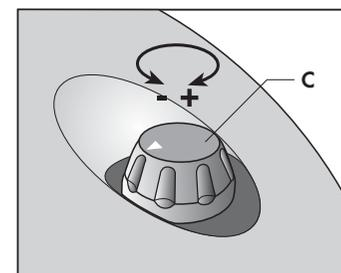

Fig. 7
- Carregue no interruptor geral luminoso (B).
- Para regular a aspiração, rode o manípulo (C) para a esquerda para obter uma maior aspiração e para a direita para obter uma menor aspiração (Fig. 7).